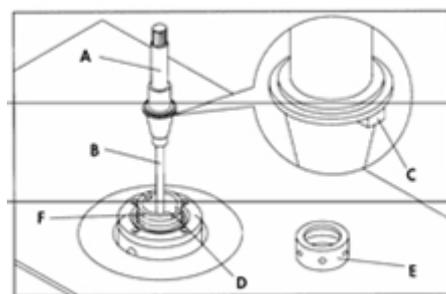

Рис. 3.12
4. Закрутите тонкий шомпол (В) Рис. 3.12 в резьбовое отверстие в основании сменного шпинделя (А) и снимите две стопорные гайки и специальную коническую шайбу с другого конца шомпола (В).
5. Очень осторожно введите шомпола (В) и шпindel (А) вниз через вал, как показано на Рис. 3.12. Убедитесь, что выступ (С) на шпинделе встал в паз (D), а резьба гайки шпинделя (Е) попала на резьбу (F).